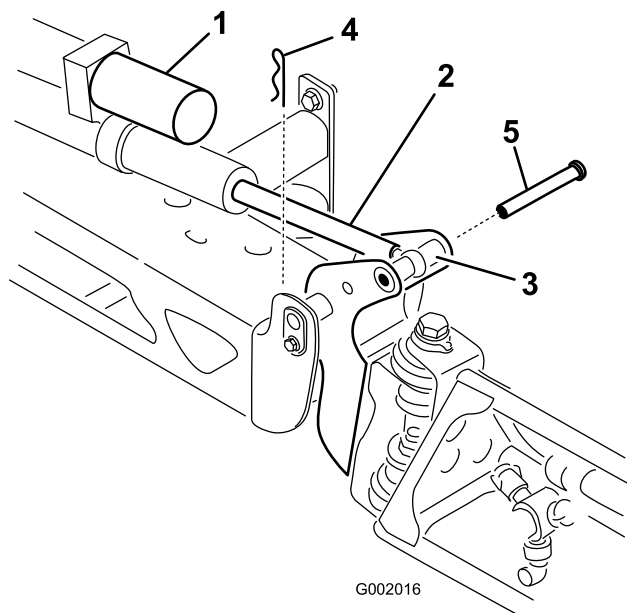

Figura 34
2. Retire el pasador de horquilla del pasador de giro (Figura 34).
3. Levante el brazo y retire el pasador (Figura 34). Baje el brazo lentamente sobre el tope.
6. Eleve el brazo para alinear el pivote con el émbolo del actuador. Sujetando el brazo, introduzca el pasador a través del pivote del brazo y del émbolo del actuador (Figura 34).